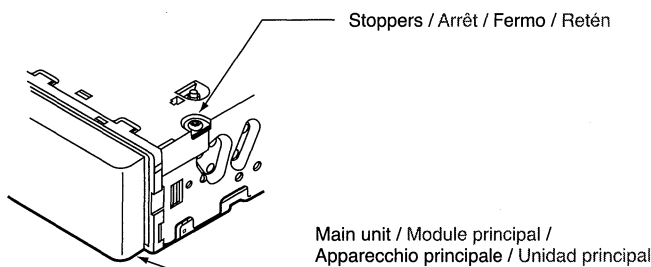

Figure 5 / Figure 5 / Figura 5 / Figura 5
- Remove the stopper from the main unit. (Figure 5, 6)
- Retirez la butée de l'appareil pilote. (Figures 5, 6)